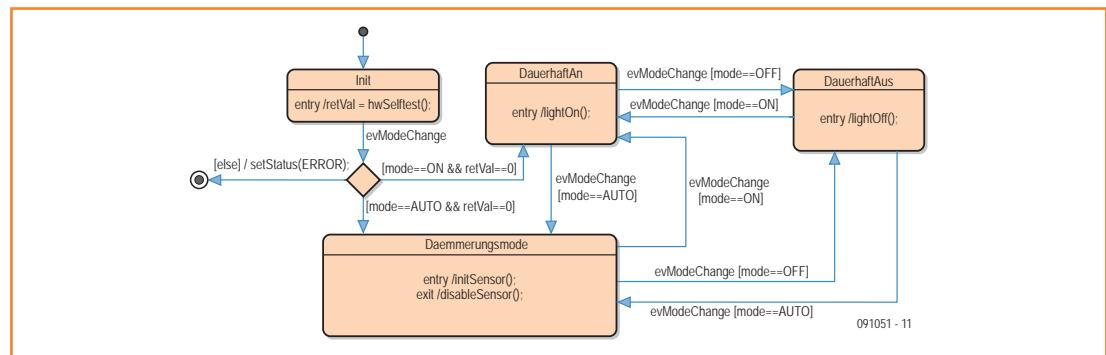

Bild 1.
**Bild 1** zeigt ein einfaches Zustandsdiagramm des Dämmerungsschalters. In welchen State die Maschine nach dem Initialisieren geht, wird über einen kleinen runden Kreis und einen daran angeschlossenen Pfeil dargestellt. Nach dem Einschalten geht das Gerät hier in den Zustand „Init“. Aus dem Init-Zustand führt eine Transition, die über eine sogenannte *Choice* (als Raute dargestellt) je nach Guard in drei verschiedene States verzweigen kann.